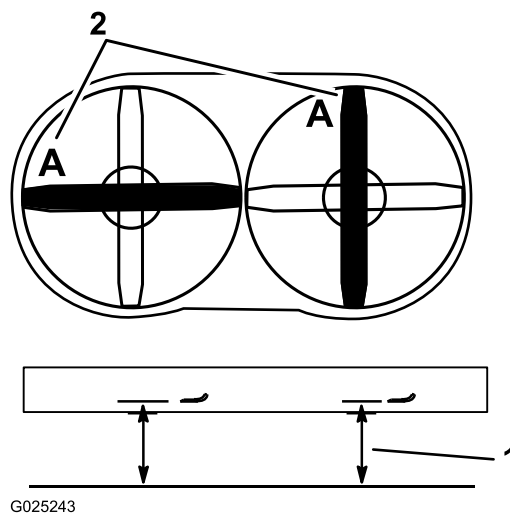

Figure 63
3. Faites tourner une lame, comme montré à la Figure 63.
4. Mesurez la distance entre la surface plane et le tranchant à la position A de la lame (Figure 63). Notez cette valeur.